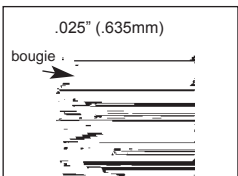

Fig. 25
2. Luchtspleet = .635 mm (.025 inch) (Fig. 25)
3. Maak de bougie schoon of monteer een nieuwe bougie met de juiste luchtspleet. (Fig. 25)